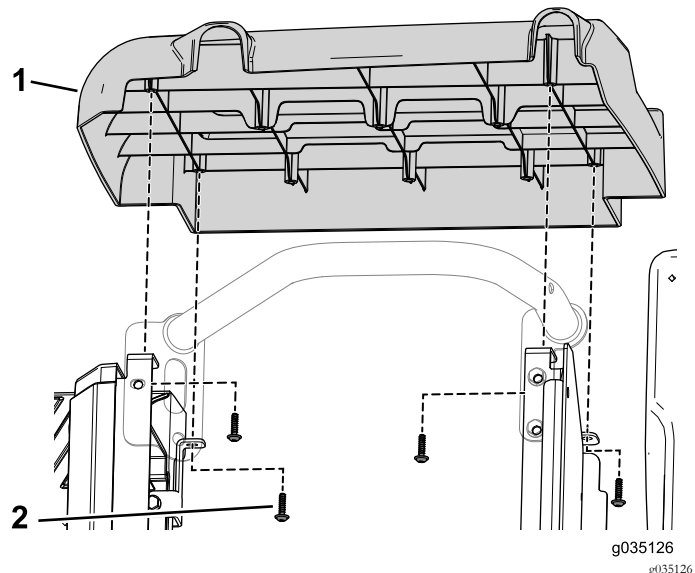

Figura 89
10. Utilice los 4 tornillos autorroscantes para sujetar la cubierta del lado derecho al conjunto de asiento (Figura 89).